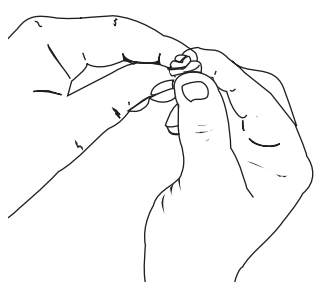

Fig. 30
5. Pressez le filtre pour répartir et drainer l'excédent d'huile (Fig. 30).